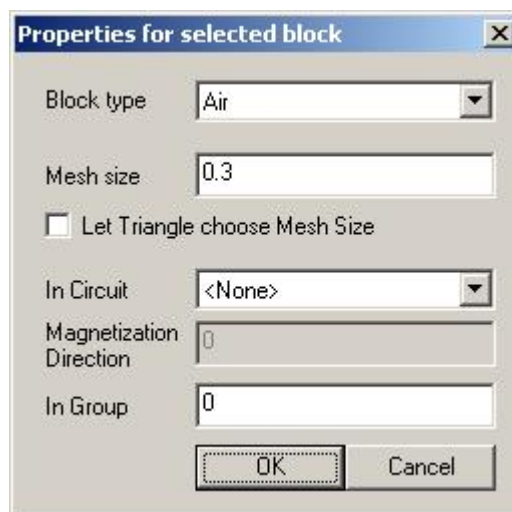

Abb.2 Eigenschaften des gewählten Bereichs: Die Netzauflösung kann entweder direkt vorgegeben oder vom Programm automatisch bestimmt werden.
- Durch Drücken der Leertaste öffnen Sie das Eigenschaftsfenster des gewählten Bereichs (siehe Abb. 2).
- **Operation** → **Block** erzeugt Ihnen das grüne Eigenschaftssymbol, über das Sie die Materialwerte dem Bereich zuordnen können (vgl. Abb. 2).